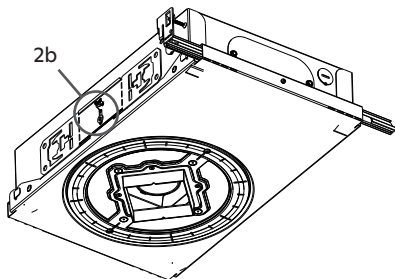

fig. 6
- b. Utilisez le boulon fourni pour fixer le support papillon (voir fig. 6).